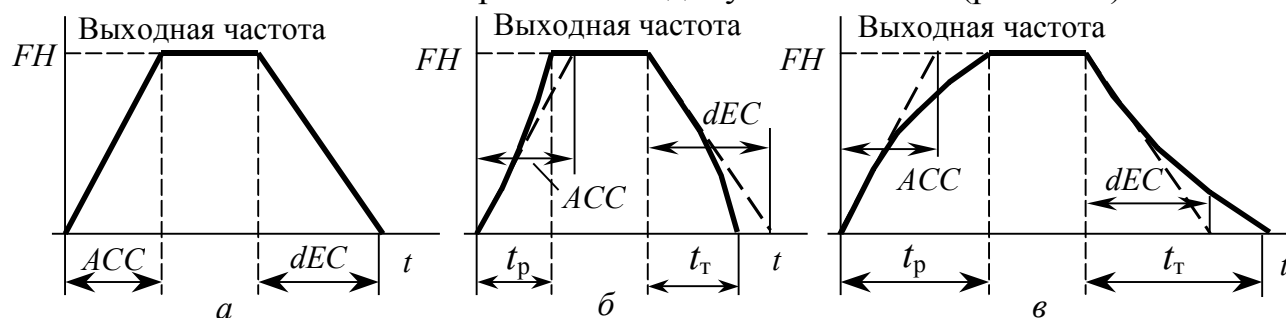

Рис. 5.3 Темпы разгона и торможения
Способ задания темпов ускорения и замедления определяется параметром AUI (меню AUF и главное меню): 0 – ручное задание; 1 – автоматическое; 2 – автоматическое только при ускорении. В первом случае темп разгона и замедления определяют параметры ACC (длительность разгона от нулевой частоты до максимальной FH) и dEC (длительность замедления от максимальной частоты FH до остановки), измеряемые в секундах (рис. 5.3а). Оба параметра расположены в меню AUF . Если заданы длительности разгона t_p и торможения t_T , а также начальные f_1 и конечные f_2 частоты, значения параметров ACC и dEC можно определить по формулам:
Если выбрана автоматическая адаптация темпов ($AUI=1$), то при малой нагрузке и наличии запаса по напряжению звена постоянного тока происходит автоматическое увеличение темпов по сравнению с первоначальными ACC и dEC (рис. 5.3б). При большой нагрузке, наоборот, темпы снижаются в сравнении с первоначальными, благодаря чему предотвращается перенапряжение в звене постоянного тока или превышение допустимого тока (рис. 5.3в).
- линейный, как на рис. 5.3а ($F502=0$);